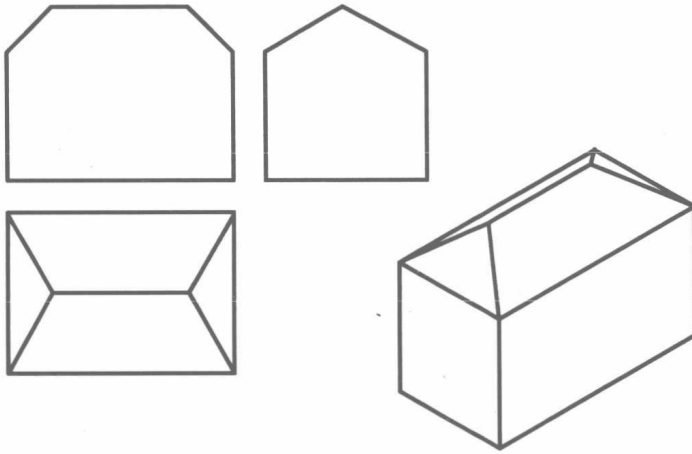

图 0-8 根据立体图补漏线
1. 根据图 0-8 中的立体图，完成其正面投影及侧面投影的漏线。